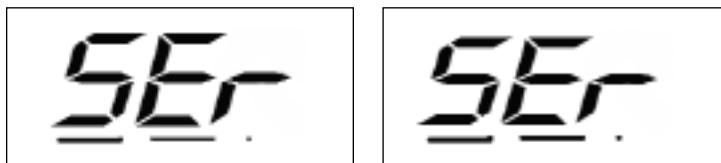

Рис. F9.1 - Режим СЕРВИС включен
- 2) Нажмите [$F + P3$]. Станок переходит в сервисный режим, и будет отображаться сообщение Ser Ser. См. рисунок F9.1.